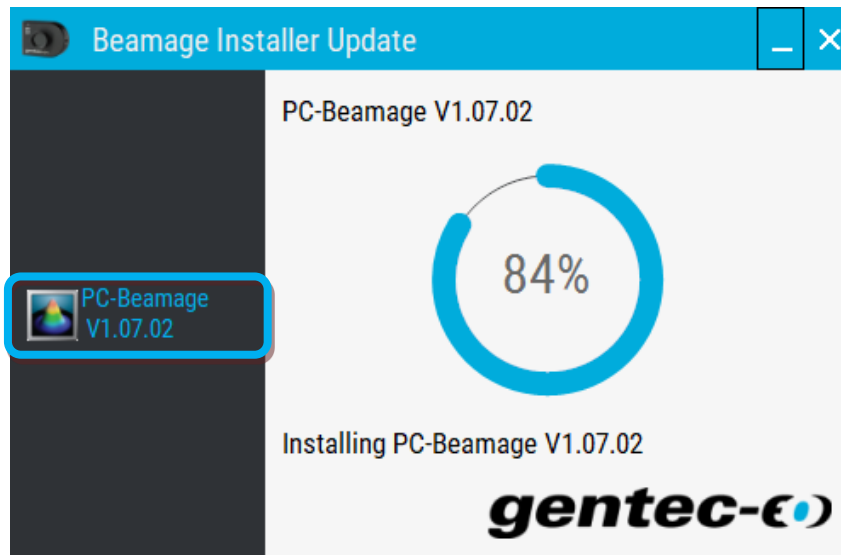

Figure F-3 Installeur Beamage: PC-Beamage
- 4) Cliquez sur le bouton « PC-Beamage VX.XX.XX » pour installer la nouvelle version, voir **Figure F-3**